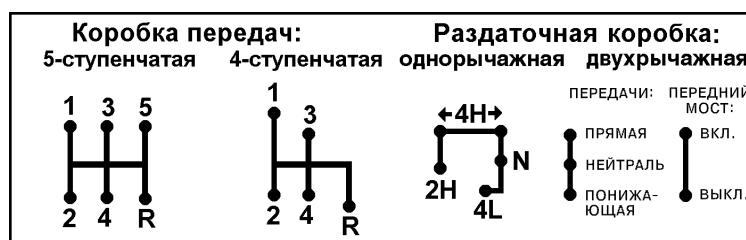

Рис. 3.3. Положения рычагов коробки переключения передач и раздаточной коробки:
На автомобиль возможна установка однорычажной или двухрычажной раздаточной коробки (положения рычагов см. на рис. 3.3);
**24 -рычаг переключения передач.** На автомобиль возможна установка коробок переключения передач с различными схемами переключения (положения рычагов см. на рукоятке рычага переключения передач и на рис. 3.3);